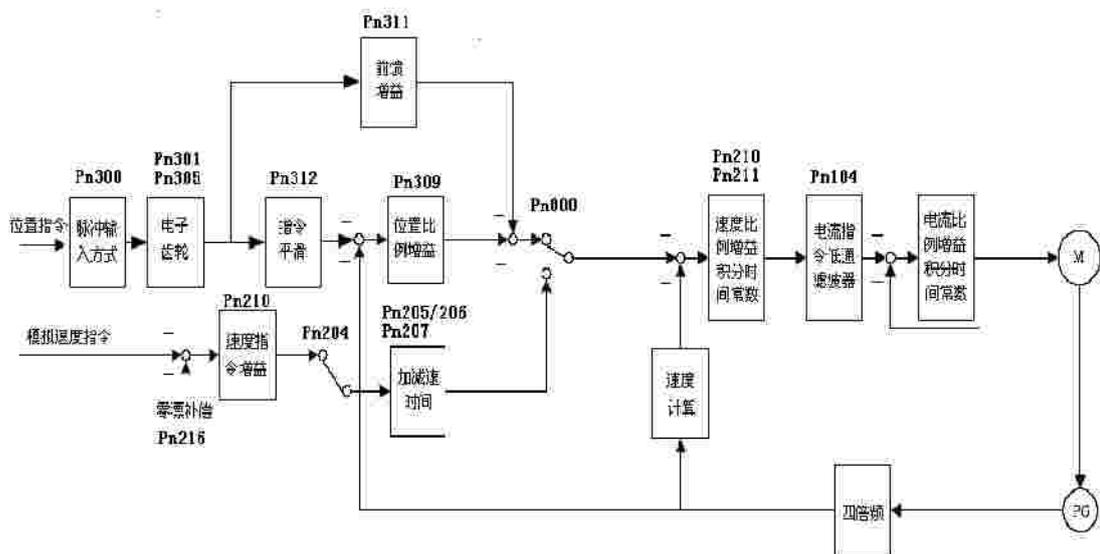

图 7-6：基本参数调整图
按图 7-6 所示接线
- (1) 主电路端子，三相 AC220V，接 R、S、T 端子，单相 AC220V，接 R、S 端子；
- (2) 控制电压端子 rr、ss 接单相 AC220V；
- (3) 编码器信号接插件 CN2 与伺服电机接好；
(4) 控制信号接插件 CN1 按图 7-6 所示连接；